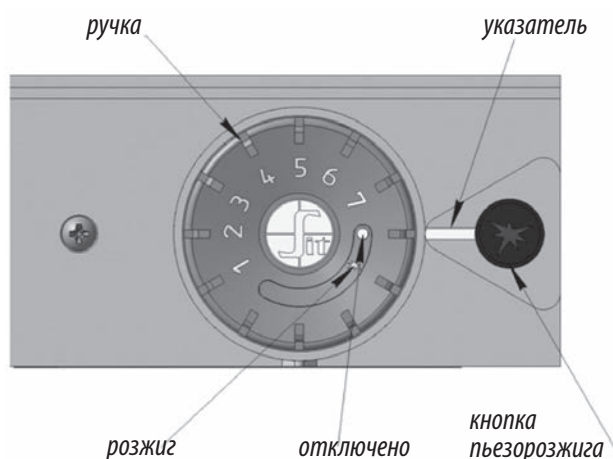

Рис.3. Элементы управления на газовом блоке 630 EUROFIT.
- установить ручку газового блока в положение «Отключено» (см. рис.3);
ВНИМАНИЕ! Для повторного розжига котла с газовым блоком 630 EUROSIT необходимо установить ручку в положение «Отключено» (см. рис.3), а только затем повернуть ручку газового блока в положение «Розжиг».